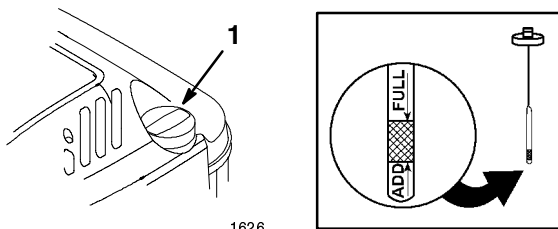

Figure 8
Avant chaque utilisation, vérifiez que le niveau d'huile arrive entre les repères maximum (*Full*) et minimum (*Add*) de la jauge (Fig. 8).
2. Nettoyez la surface autour de la jauge (Fig. 8).
6. Voyez le niveau d'huile indiqué par la jauge (Fig. 8).